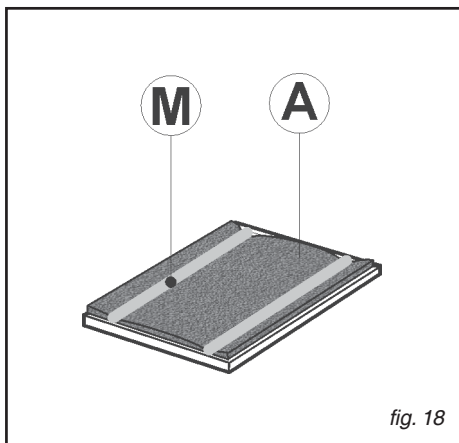

fig. 18
**• Wechsel der Kohlefilter (Abb. 18)**